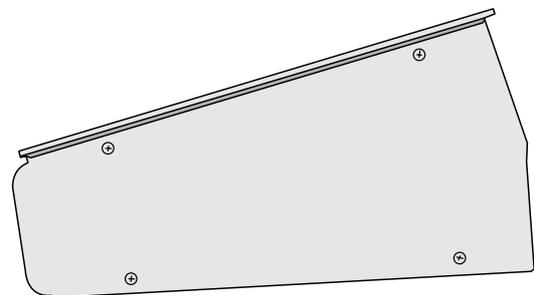

Abbildung 2
- Legen Sie die Holzseitenteile beiseite und drehen Sie die Metallseitenteile um. Die Rack-Ohren müssen nach oben zeigen. (Abb. 2)